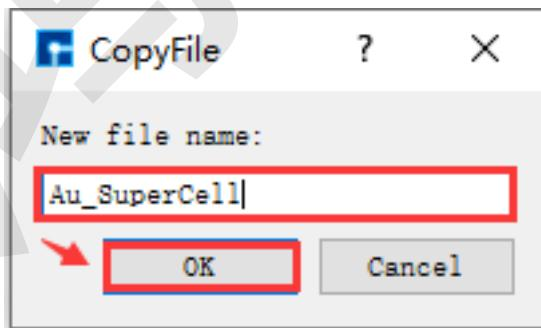
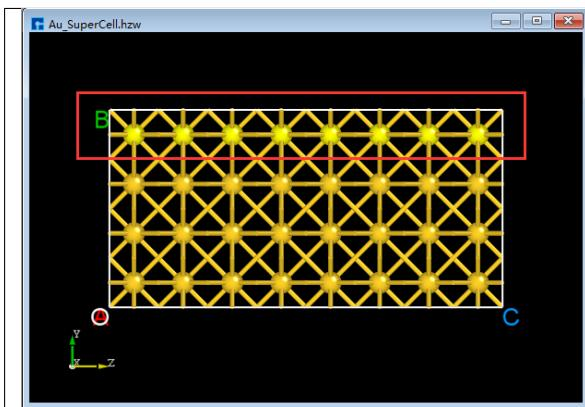
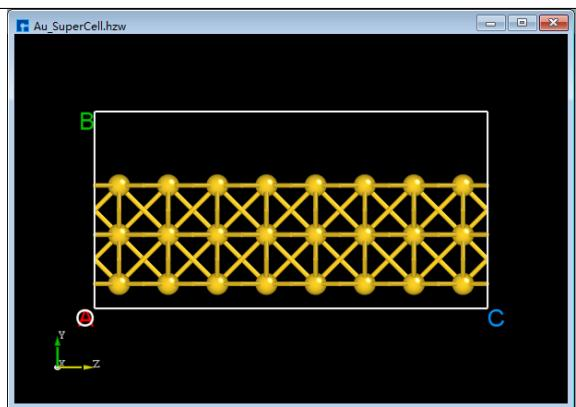

图 5.40: CopyFile 界面
图 5.41: (a)
图 5.42: (b)
删除 Au 超胞中多余原子，并将结构在晶格单元中居中对齐。为避免删错原子无法还原，建议将 Au 超胞复制一份，选中 Au_Rede_Rede.hzw 结构文件 → 右击 → Copy，弹出 CopyFile 界面如 图 5.40 所示，用户可根据计算需要重新命名，如 Au_SuperCell，或直接采用默认命名，之后点击 CopyFile 界面中的 OK 按钮，则 Au_SuperCell.hzw 结构文件存储在项目管理区域，双击该结构文件，其结构 3D 视图显示如 图 5.41 (a) 所示。
(1) 在 3D 显示区域, zy 面情况下, 用鼠标框选 图 5.41 (a) 中红色框部分, 点击 Toolbars 上的 Delete Atom 快捷图标或按键盘中 Delete 键删除选中的原子, 删除后如 图 5.42 (b) 所示。